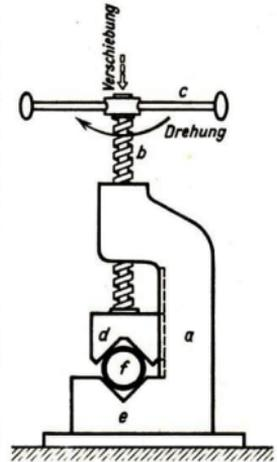

Abb. 127 Rohrschraubstock
**7. Die Rohre werden verlegt - Die Schraube.** Am Arbeitsplatz der Rohrleger sehen wir einen Rohrschraubstock (Abb. 127). In ihm werden die Rohre festgeklemmt, wenn an ihnen gearbeitet wird. Dreht man die Griffstange *c* „rechts herum“, so senkt sich die Schraubenspindel *b* und klemmt mittels des verschiebbaren Backens *d* das Rohr *f* gegen den festen Backen *e*. Der verschiebbare Backen *d* gleitet dabei in einer Längsnut des Bockes *a*. Warum?